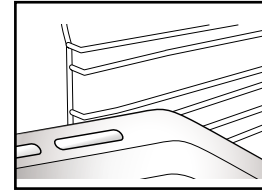

Fig. 2
2. Otros accesorios, como la grasera y la bandeja pastelera, se introducen igual que la rejilla (Fig. 2).